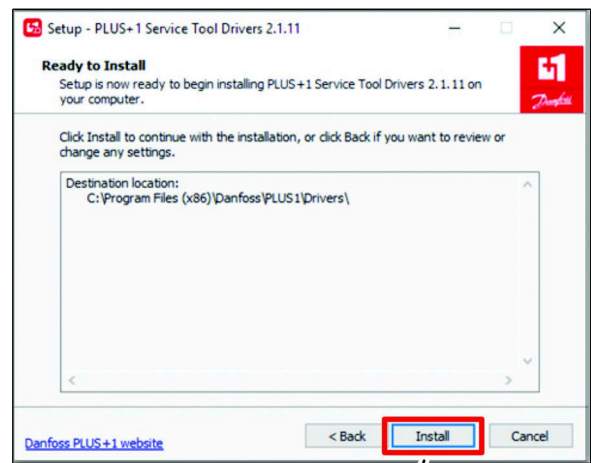

Figure 30
2. Dans la boîte de dialogue Prêt pour l'installation, cliquez sur le bouton INSTALLER (Figure 30).